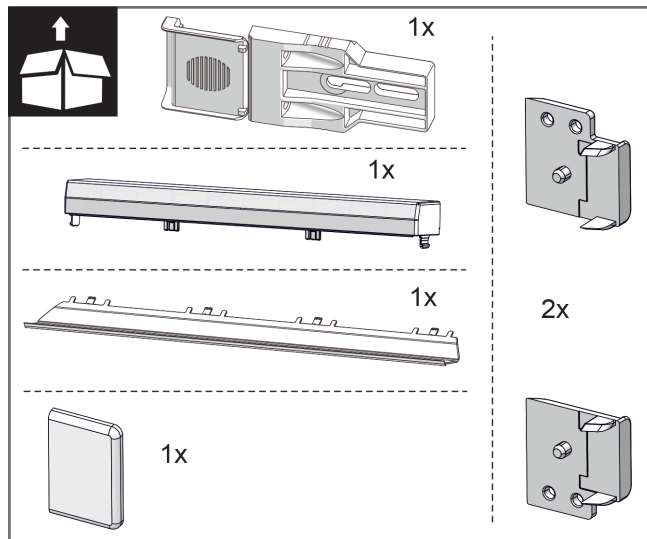
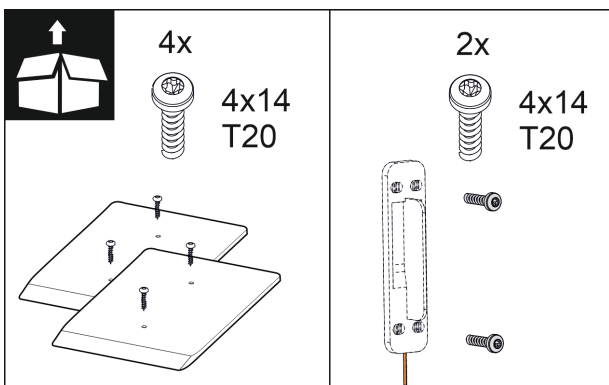

Fig. 10
Fig. 16
2. Sprawdzić elementy montażowe w dołączonej paczce. *Fig. 10 () do Fig. 16 ()*
Elementy montażowe w dołączonej paczce *Fig. 10 () do Fig. 16 ()*